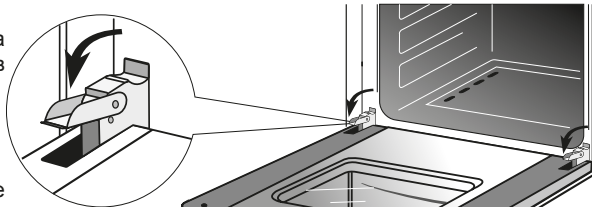

Рис. 16
- поднимите и поверните до упора рычаги, расположенные на двух шарнирах (рис. 16),